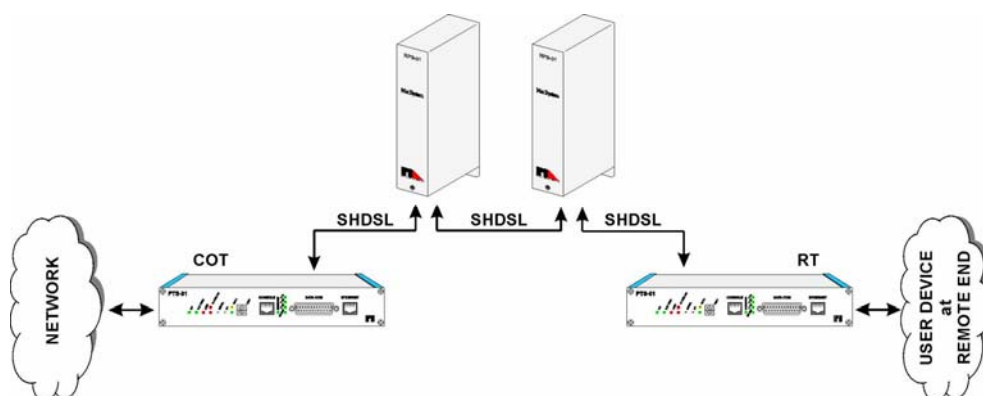

Рис. 5: Подключение двух RPS-01 между сетью и устройством пользователя.
- ◆ COT – RPS-01 – RPS-01 – RT (Рис. 5)
Подключение таким образом установленной системы эквивалентно подключению, показанному на Рис. 5. У обоих устройств RPS-01 различно устанавливаются переключки короткого замыкания и имеются различные блоки питания. Ниже описывается установка для RPS-01 в сторону COT и RT.